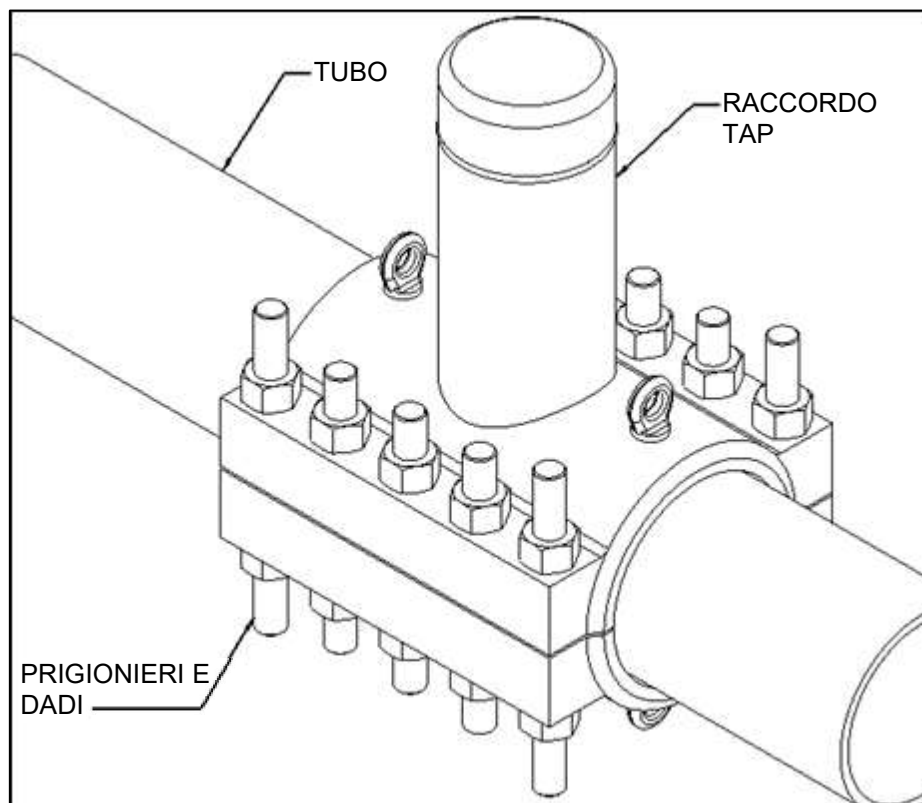
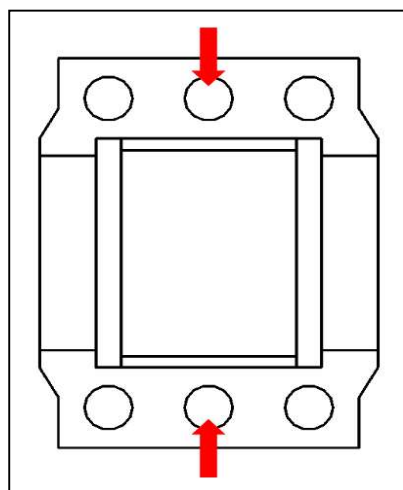
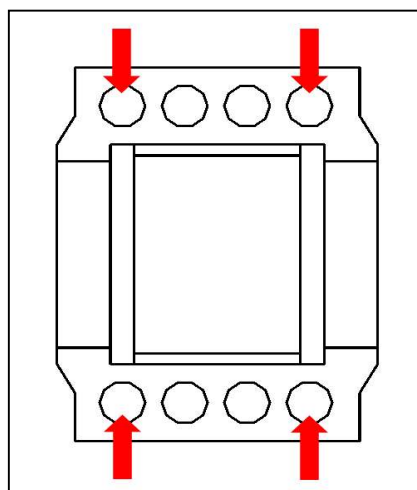

Figura 5
Figura 6
Figura 7
5. Installare i prigionieri e i dadi nei fori della Tap+Enclosure come mostrato nella Figura 5. La maggior parte delle Tap+Enclosure avrà due lunghezze diverse dei prigionieri. I PRIGIONIERI PIÙ LUNGHI SONO UTILIZZATI PER AIUTARE A UNIRE IL RACCORDO. Assicurarsi che i prigionieri più lunghi siano inseriti nei fori corretti. Le PLIDCO Tap+Enclosure con 3 fori per lato devono avere i prigionieri più lunghi nei due fori centrali, come mostrato nella Figura 6. Le Tap+Enclosure con più di 3 fori per lato devono avere i prigionieri più lunghi nei quattro fori degli angoli, come mostrato nella Figura 7.